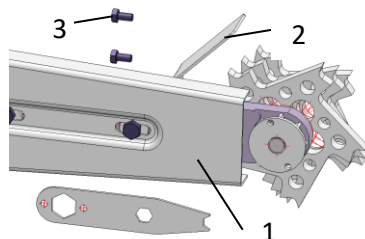

Fig. 4 : Montage de la tôle de protection
- > Montez la tôle de protection sur le guide-chaîne (1 - Fig. 4).
- > La fraiseuse à rainurer et la fraiseuse à disque disposent d'une autre tôle de protection (2 - Fig. 4). Celle-ci est vissée au carter à l'aide de deux vis hexagonales (3 - Fig. 4).